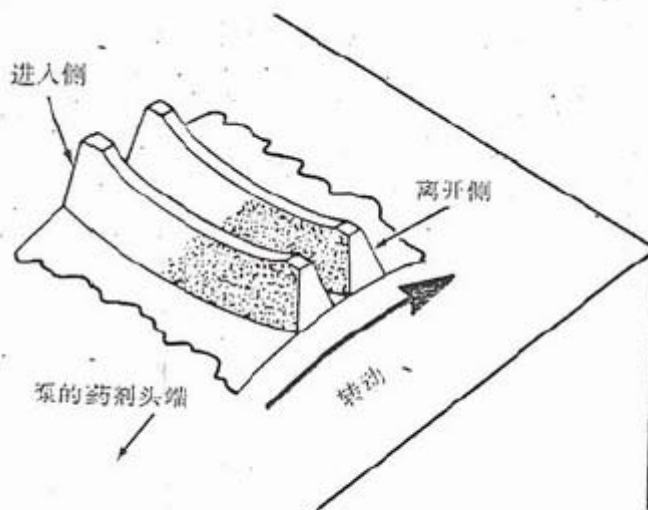

图 56
- 观察蜗轮齿被驱动一侧啮合情况，并与图 56 对照。应当在齿的中心啮合，并朝离开侧继续。如果啮合情况不正确，则可通过把垫片从一个轴承块向另一个变化来得到改善。从与你所希望的啮合移动方向上一致的轴的一端上取下垫片。例如，如果啮合位于轮的进入一侧，则从最接近轮的轴承块上取下垫片，把它们放到另一个块上。可以使用不同的垫片组合以获得正确的调节，但是，总厚度必须与步骤 4 中所述一致，否则轴承预加载会发生改变。